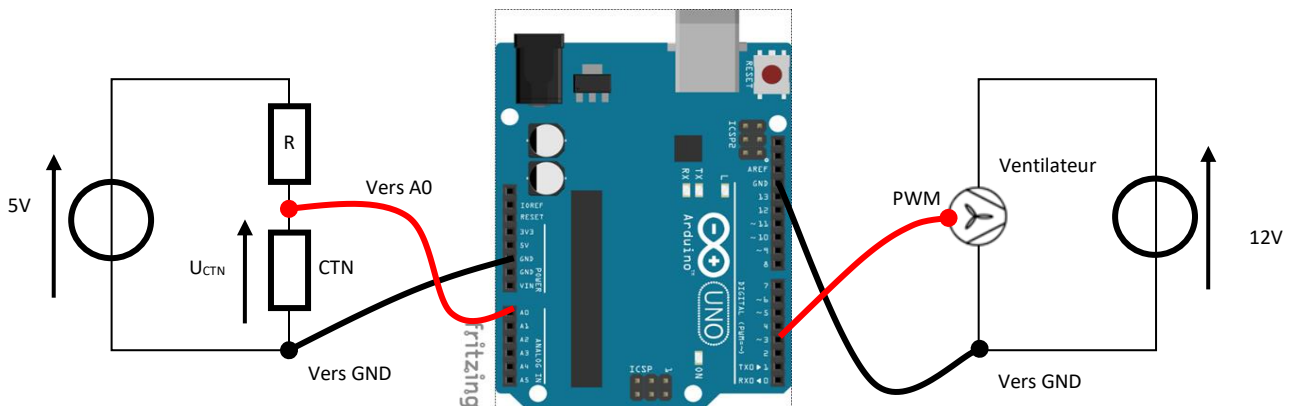

Figure 2
Le capteur de température utilisé est une CTN. On donne dans la Figure 2 son circuit de conditionnement. La tension aux bornes de la CTN est nommée U_{CTN}
15. Réaliser le montage donné par la Figure 2.